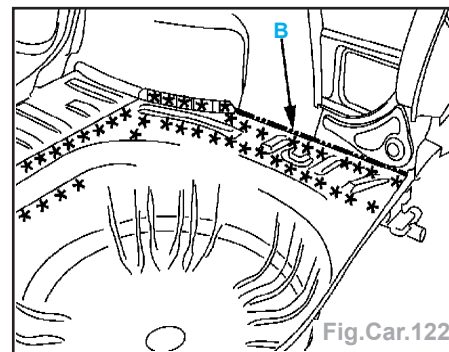

Fig.Car.122
- Découper à l'aide d'une scie alternative suivant B (Fig.Car.122).